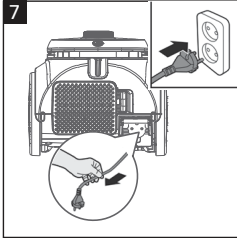

Fig. 7
- Desfășurați cablul de alimentare la lungimea dorită (**Fig. 7**). Nu mai trageți cablul atunci când vedeți marcajul galben.